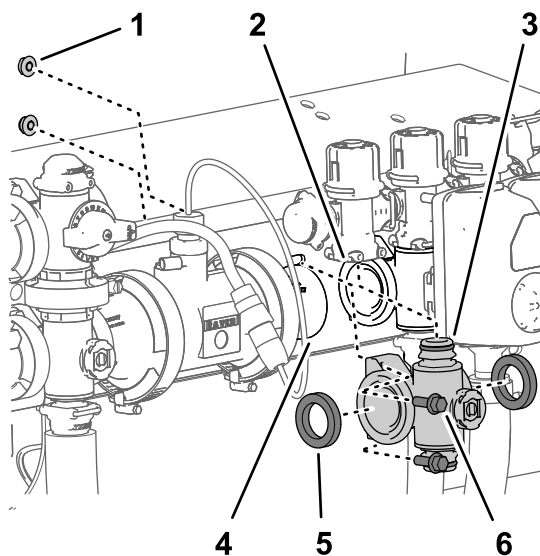

Figura 122
4. Rimuovete, dal collettore della valvola della sezione sinistra o destra, i 2 bulloni a testa flangiata ($\frac{1}{4}$ " x $\frac{3}{4}$ ") e i 2 dadi di bloccaggio flangiati ($\frac{1}{4}$ ") che fissano il collettore al supporto della valvola (Figura 122).
5. Abbassate il collettore della valvola della sezione e le guarnizioni per liberare la valvola di bypass della sezione, quindi allontanateli dalla macchina (Figura 122).